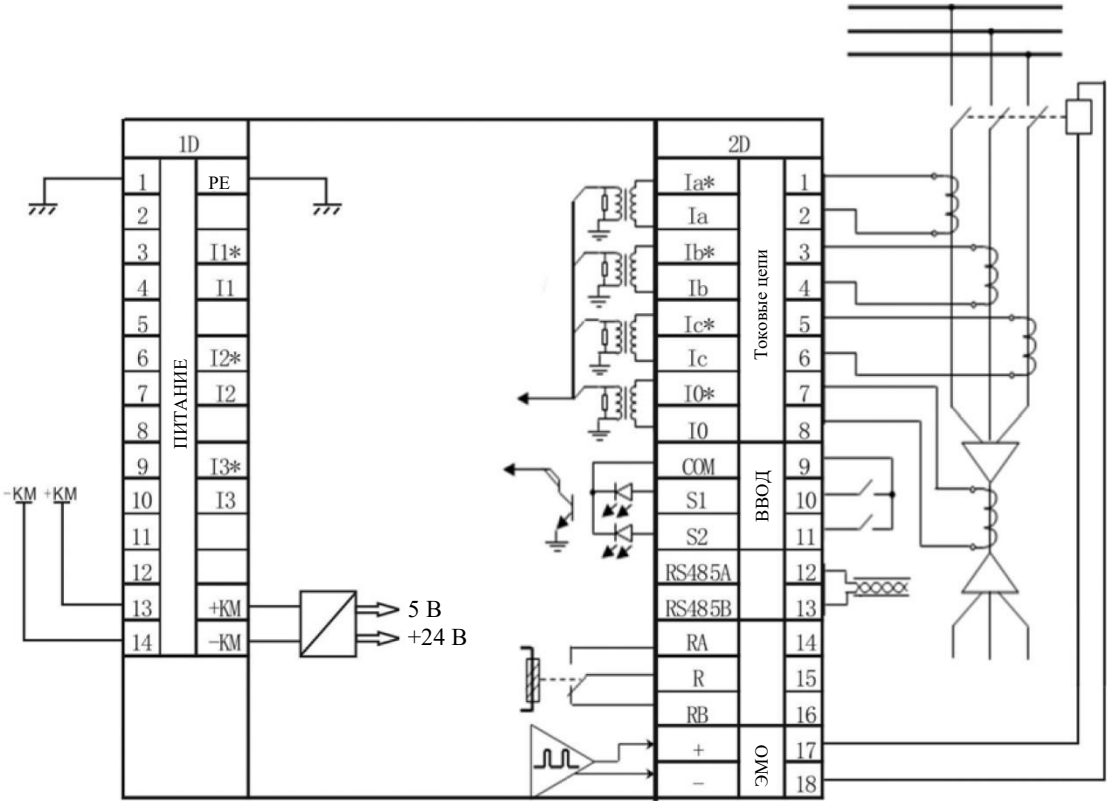
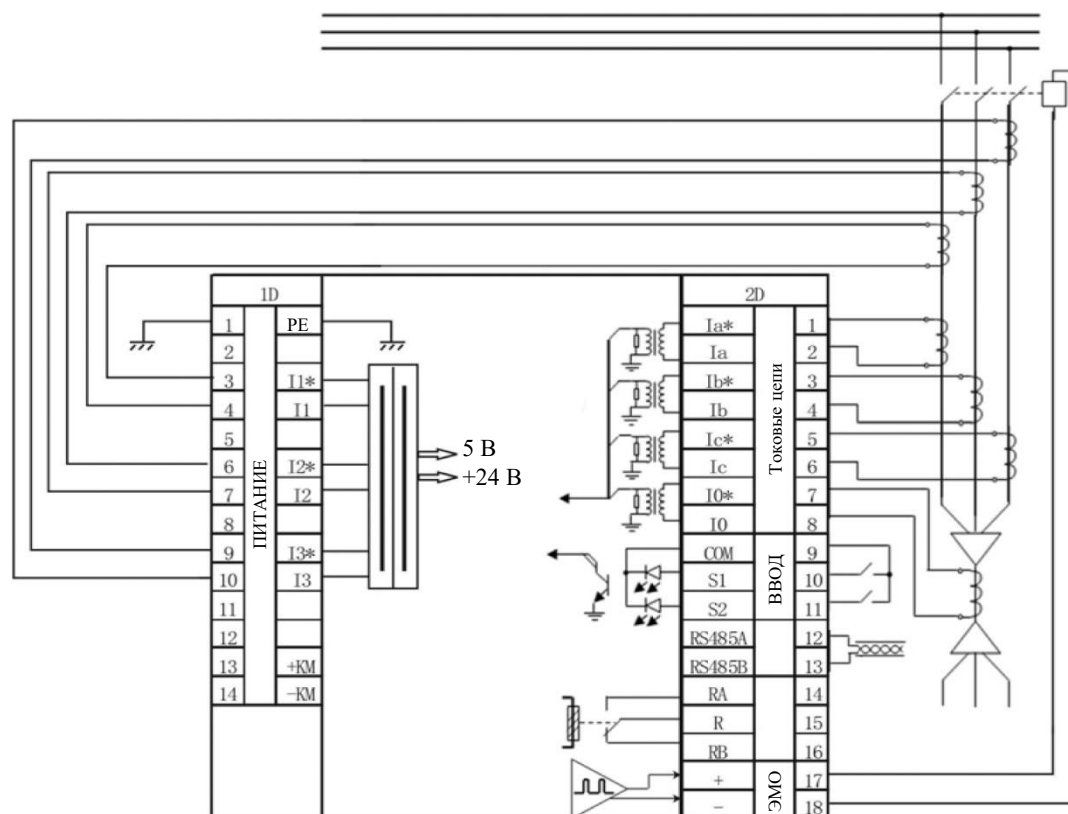

Рисунок 5.6 – Схема питания от внешнего источника
Рисунок 5.7 – Схема автономного питания
Устройство поставляется с двумя вариантами схем зажимов. Одна из схем (Рис. 5.6) предназначена для устройства с питанием от внешнего источника. Другая схема (Рис. 5.7) предназначена для системы автономного питания.
3. 1D-13, 1D-14 (Рис. 5.6) вход (24 В пост. тока ~ 48 В пост. Тока) от внешнего источника питания, используется только для отладки и настройки в целях экономии энергии аккумулятора.
На рис. 5.6 приведена схема подключения клемм для режима внешнего источника питания.
4. 1D-3-4, 1D-6-7, 1D-9-10 (Рис. 5.7) входные цепи трехфазного переменного тока в режиме автономного питания. Так же возможен двухфазный режим питания. Не используемая фаза не подключается, клеммы должны быть пустыми.
Правый Рис. 5.7 относится к схеме с автономной системой электроснабжения.